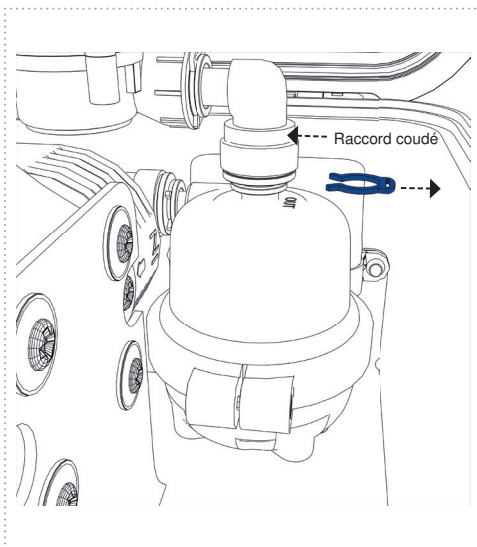

Figure 25
1. Retirez la bague de sécurité du raccord coudé (Fig. 25)